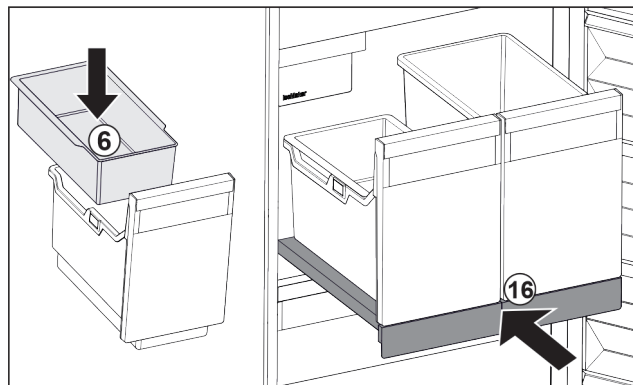

Fig. 146
- ▶ Vsaďte závěsnou misku Fig. 146 (6) pro kostky ledu.
- ▶ Zasuňte vysouvací přihrádku s nádobou (IceTower). Fig. 146 (16)